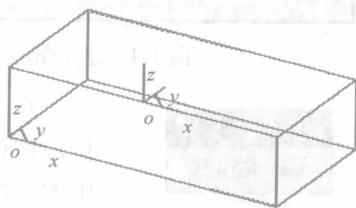

图 1-1 创建新坐标系
(1) 利用三点法在长方体棱边中点创建名称为“我的坐标系”的新坐标系，新坐标系各轴与世界坐标系各轴平行，如图 1-1 所示。